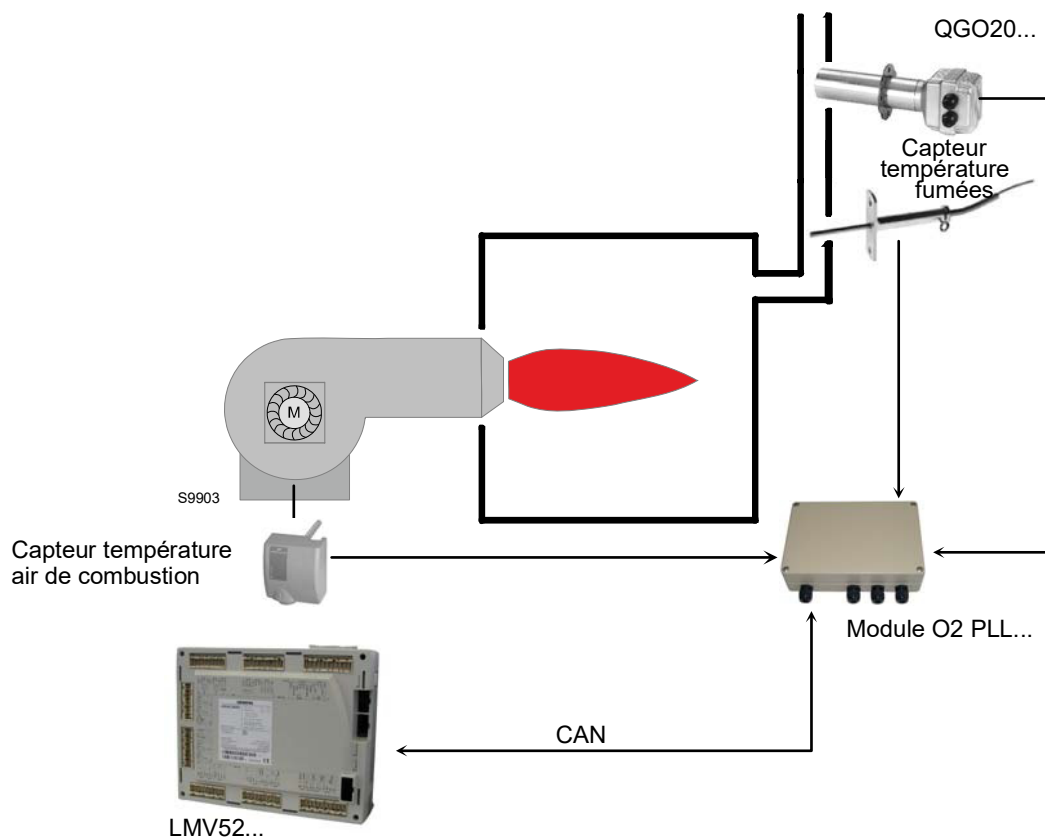

Fig. 36
**Vous trouverez ci-dessous un schéma générique du système (Fig. 36).**